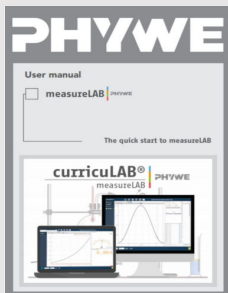

Abbildung 6
- Die Bedienung der Software ist ausführlich im Benutzerhandbuch (Abb. 6) beschrieben.